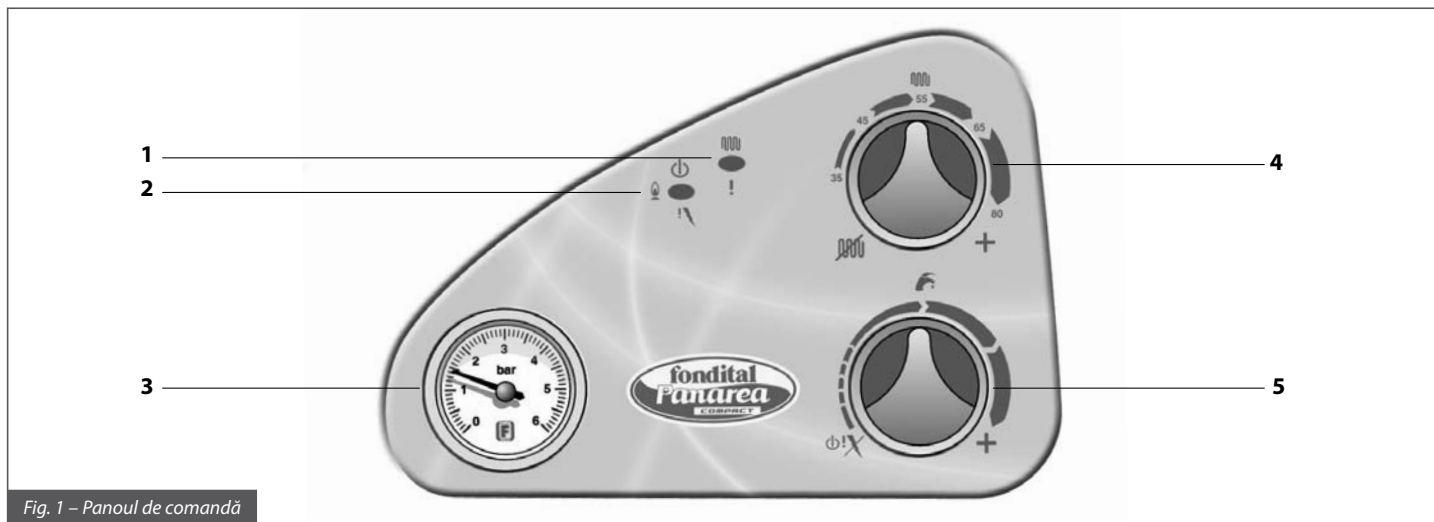

Fig. 1 – Panoul de comandă
- Puneți comutatorul electric din partea de sus a centralei în poziția ON (indicatorul 2 va lumina verde – fig. 1);
- Alegeți regimul de lucru al centralei cu ajutorul manetei 4 (fig. 1);
- Cu ajutorul manetei 4 fixați temperatura dorită a agentului termic în sistem (fig. 1);
- Fixați temperatura ACM cu ajutorul manetei 5 (fig. 1);
Atunci când se blochează arzătorul, indicatorul luminiscent **2** (fig. 1) se aprinde în culoarea roșie. Dacă s-a întâmplat aceasta, atunci procedați astfel:
- convingeți-vă că există gaz în conductă, blocați arzătorul rotind maneta **5** (fig.1) în poziția **X** pentru câteva secunde. Dacă centrala nu pornește nici la a treia încercare, trebuie să apelați neapărat la un centru de asistență tehnică sau la un specialist. Dacă acest lucru se repetă regulat, trebuie să apelați la un centru de asistență tehnică sau la un specialist pentru a efectua o revizie tehnică a echipamentului.
Atunci când sistemul de încălzire se supraîncălzește, indicatorul luminiscent **1** (fig.1) se va aprinde intermitent în culoarea roșie. În acest caz trebuie să apelați la un centru de asistență sau la un specialist pentru a efectua o revizie tehnică a echipamentului.
În cazul blocării centralei la pornirea releului de siguranță a presiunii, indicatorul luminiscent **1** (fig.1) se va aprinde intermitent în culoarea galbenă. Umpleți sistemul deschizând robinetul de umplere (fig. 2) pe care îl găsiți în partea de jos a centralei lângă racordul de alimentare cu apă. Presiunea în sistemul de încălzire (la rece) trebuie să atingă $1 \div 1,3$ bar.
- deschideți robinetul de umplere al sistemului, rotiți în sens antiorar și țineți-l deschis până când manometrul **5** (fig.1) va indica o valoare a presiunii de $1 \div 1,3$ bar. Închideți robinetul de umplere rotindu-l în sens orar.
Din cauza problemelor legate de evacuarea gazelor de ardere / aspirare a aerului, centrala se blochează. Dacă centrala s-a blocat din acest motiv, atunci indicatorul luminiscent **1** (fig.1) se aprinde în culoarea galbenă. În acest caz trebuie să apelați la un centru de asistență tehnică sau la un specialist pentru a efectua o revizie tehnică a utilajului.
Dacă centrala s-a blocat din cauza renunțării la senzorii de temperatură, atunci indicatorul luminiscent **1** (fig.1) clipește în felul următor: